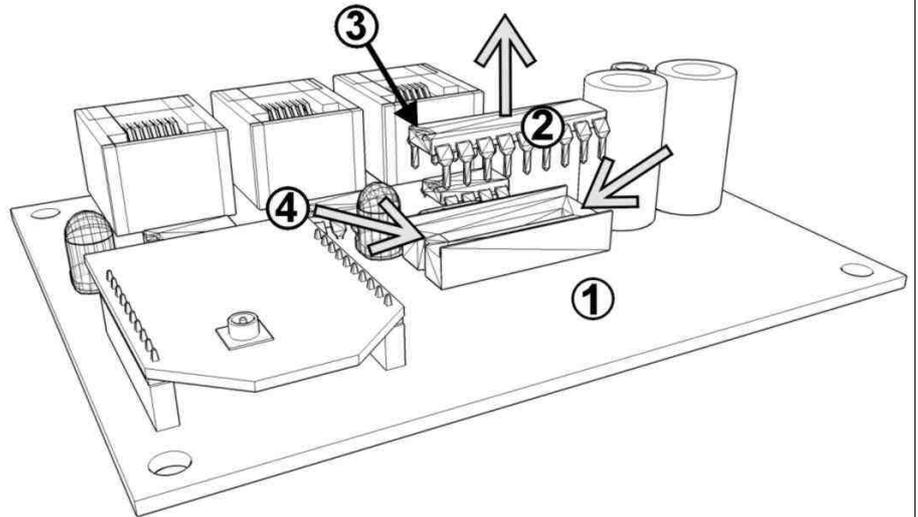

Fig. 6: Remplacement du microcontrôleur
2. Repérer le microcontrôleur et faire levier avec un petit tournevis plat dans les côtés le plus courts de façon alternée pour le faire sortir de son emplacement (Fig. 6).